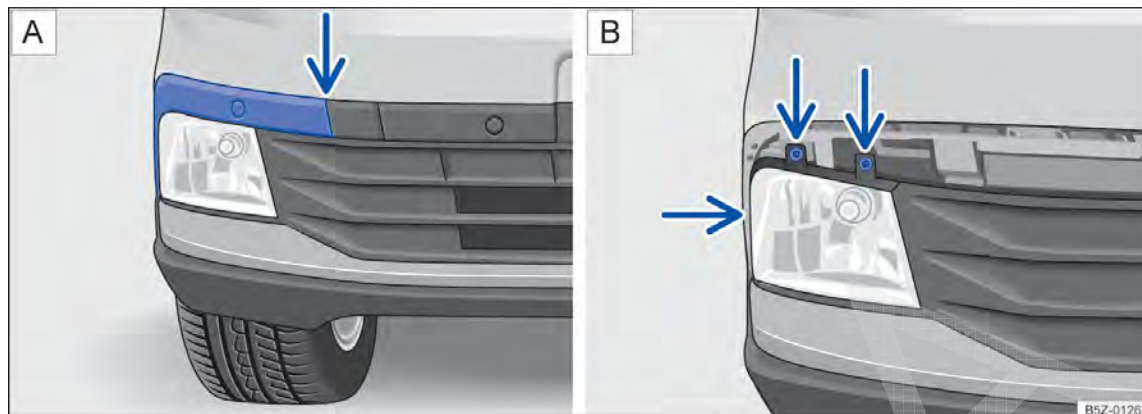

Fig. 177 No para-choque dianteiro: (A) desinstalar a moldura do farol de neblina e (B) retirar os parafusos do farol de neblina.
2. Desencaixar a moldura, cuidadosamente → Ⓜ️, primeiramente pelo local indicado pela seta → Fig. 177 A. Remover completamente para acessar os parafusos do farol de neblina.
4. Retirar os parafusos indicados pelas setas → Fig. 177 B.
14. Recolocar os parafusos indicados pelas setas → Fig. 177 B para fixar o farol de neblina.
15. Recolocar a moldura da esquerda para a direita → Fig. 177 A.